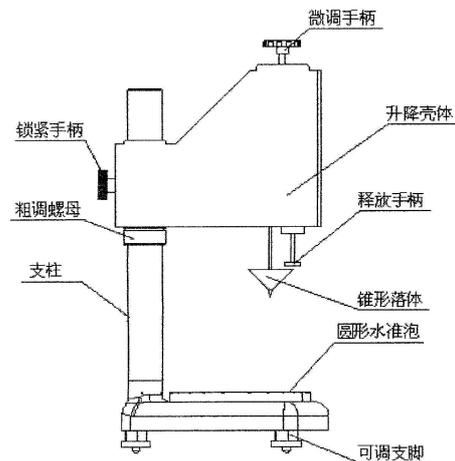

图 1 试验架图
(1) 试验架 其形状尺寸如图 1 所示，由水平底座，支柱，升降台，固定手柄，粗调螺母，微调手柄，释放手柄等组成。